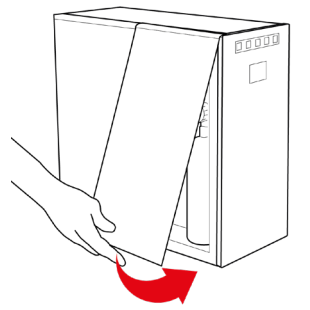

Fig. 2-13
28.22 – Rimontare il pannello laterale in plastica, vedi Fig. 2-13. La macchina è pronta per l'uso.